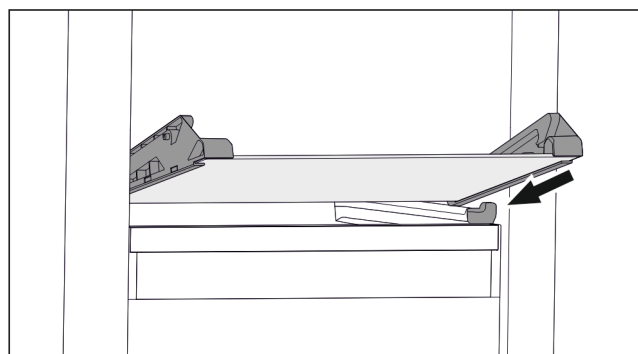

Fig. 109 Den nedklappelige skuffes glasplade
- ▶ Sæt glaspladen skråt bag stoppene. (se Fig. 109)